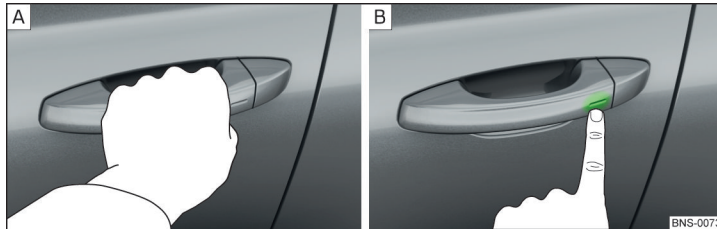

Abb. 53 Fahrzeug entriegeln / Fahrzeug verriegeln
- Den Türgriff greifen, um das Fahrzeug zu **entriegeln** » Abb. 53 - [A].
- Den Sensor am Türgriff mit dem Finger berühren, um das Fahrzeug zu **verriegeln** » Abb. 53 - [B].
- Innerhalb von 5 s den Sensor am Türgriff mit dem Finger berühren » Abb. 53 auf Seite 65 - [B]. Die Deaktivierung wird durch einmaliges Aufblinker der Blinkleuchten bestätigt.